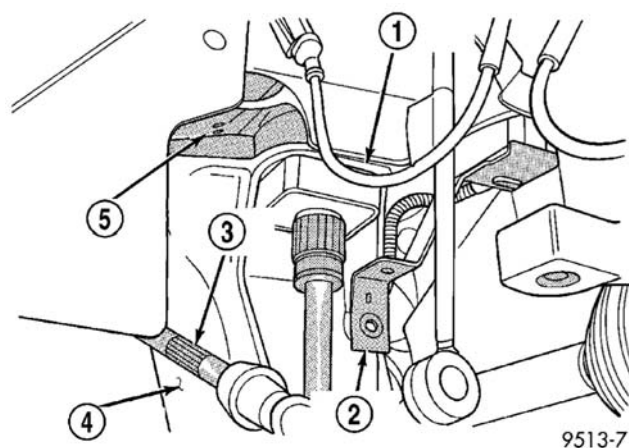

图 13 托架横梁安装座
- (23) 将连结横梁和前车架纵梁的螺栓拆下（图 13）。